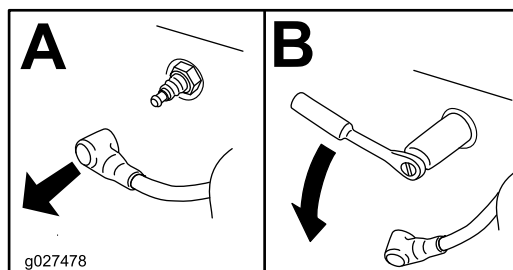

Figure 39
- Déposez les bougies, comme montré à la Figure 39.